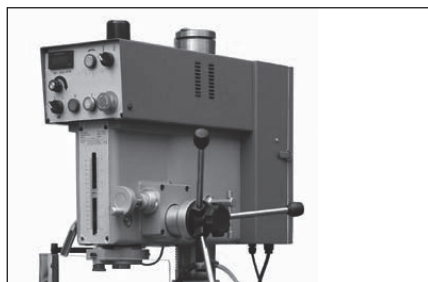

Fig. 2
2. Lås hovedhåndtagene op (I-Fig. 2).
4. Lås hovedhåndtagene (I-Fig. 2).